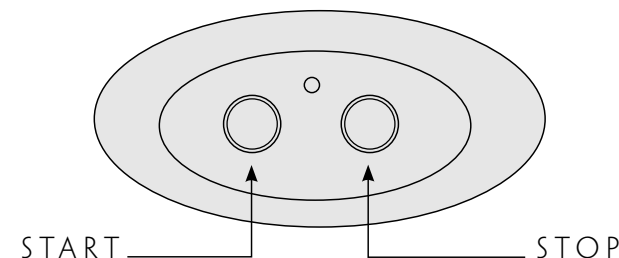

fig.3 Réglage du massage
Si cela est demandé, activer le massage avec le bouton prévu à cet effet, tel que cela est illustré sur la fig. 3.
**Un cycle de massage dure 3 minutes. Si l'on souhaite interrompre le massage avant la fin, appuyer sur le bouton d'arrêt tel que cela est illustré sur la fig 3. Dans tous les cas, le massage s'arrêtera automatiquement au bout de 3 minutes.**